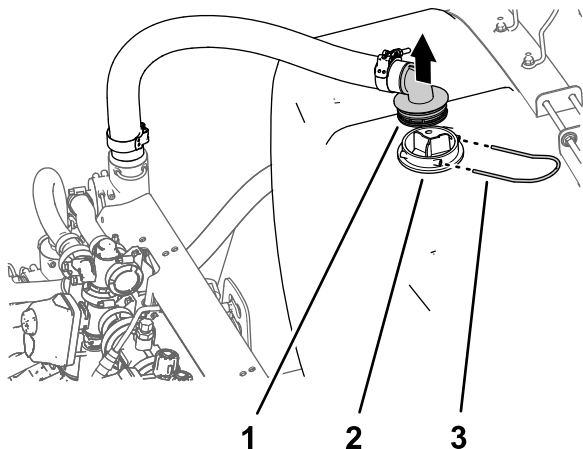

Figura 12
- Retire a forquilha de retenção que prende a união estriada de 90° do tubo de fornecimento à caixa do do pulverizador à união do filtro de sucção (Figura 12).